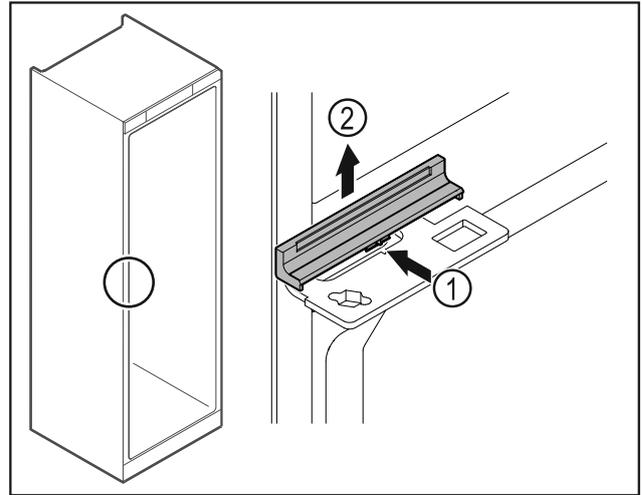

Fig. 47
- ▶ 轻轻压入中间的盖板 Fig. 47 (1)并朝上取下 Fig. 47 (2)。